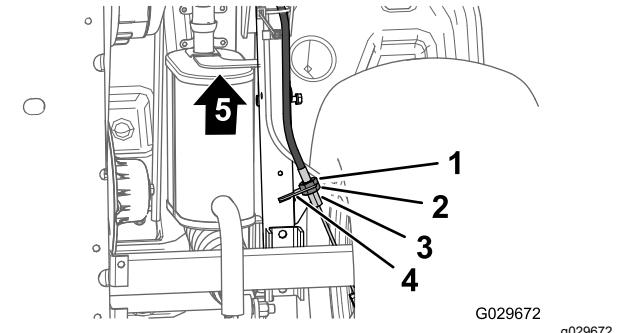

Figura 50
3. En la parte inferior de la máquina, afloje 4 vueltas la contratuerca trasera del ajustador roscado del cable del freno de estacionamiento (Figura 50).
4. Apriete la contratuerca delantera (Figura 50).
- A. Afloje 1 vuelta la contratuerca delantera (Figura 50) del ajustador roscado del cable del freno de estacionamiento.
- B. Apriete la contratuerca trasera (Figura 50).
- A. Afloje 1 vuelta la contratuerca trasera (Figura 50) del ajustador roscado del cable del freno de estacionamiento.
- B. Apriete la contratuerca delantera (Figura 50).